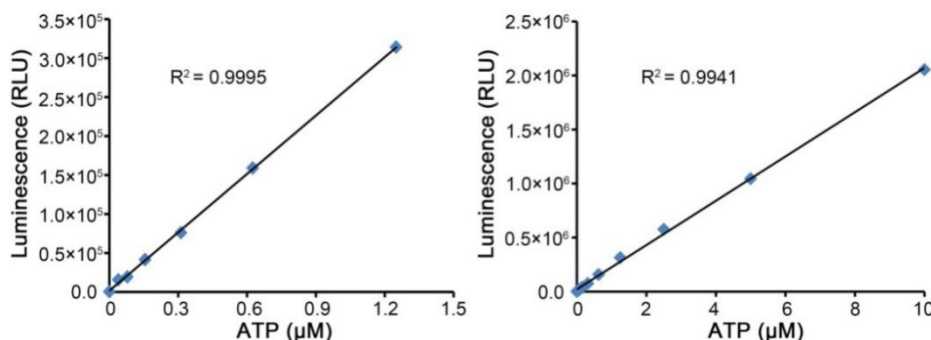

图2. 化学发光法激酶活性检测试剂盒ATP标准曲线。实测数据会因检测仪器等的不同而存在差异，图中数据仅供参考。
- 根据标准曲线计算出样品孔中剩余的ATP量，随后根据酶活力的定义计算出酶活性。ATP标准曲线可以参考图2，在0-10 $\mu$ M范围内存在良好的线性关系。